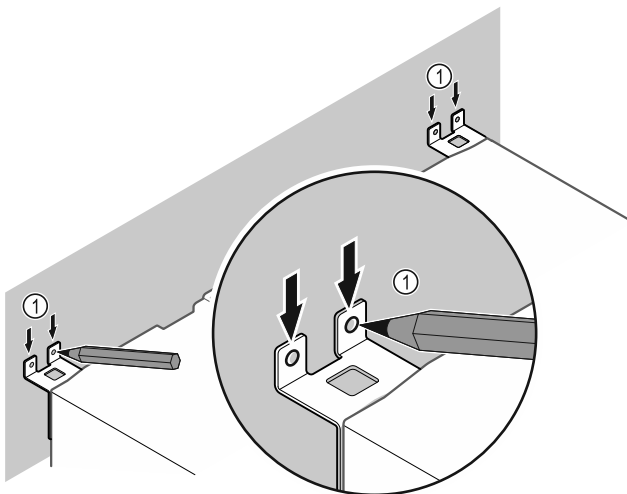

Fig. 13
- ▶ Markierungen an der Wand setzen Fig. 13 (1).